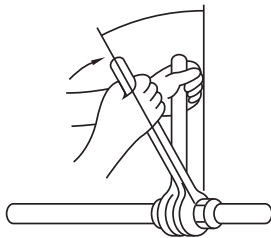

Fig. 5-8
- Applicare una piccola quantità di refrigerante alla superficie di posa della tubazione. (Fig. 5-8)